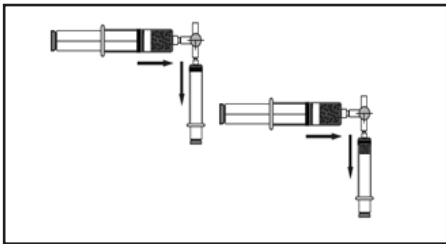

Abbildung 15.
- 5.2 Die Mikrosphären über den angeschlossenen Dreiweg-Absperrhahn aus einer Beladungsspritze in die Applikationsspritze überführen. Die 1. Beladungsspritze abziehen und die 2. Beladungsspritze anbringen. Die Mikrosphären in die Applikationsspritze überführen (Abbildung 15).